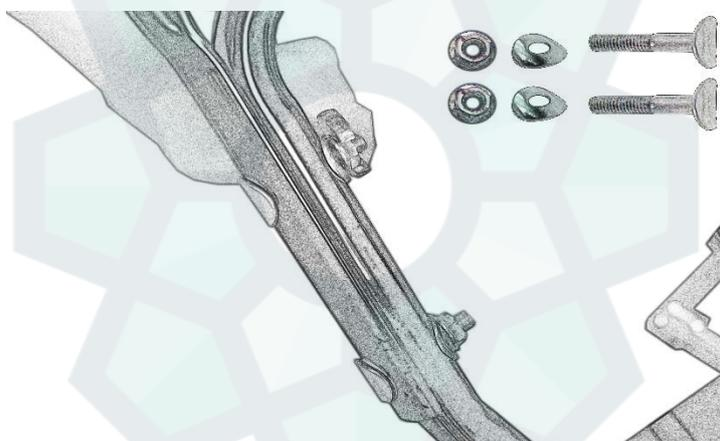

Рис.2
Используя болты крепления лезвий М8 х 40 (1), тарельчатые шайбы (2) и гайки с фланцем (3), по две на каждую, установите блок рукоятки управления на кронштейн рычага, совместив его с двумя монтажными отверстиями справа (см. рис. 2).